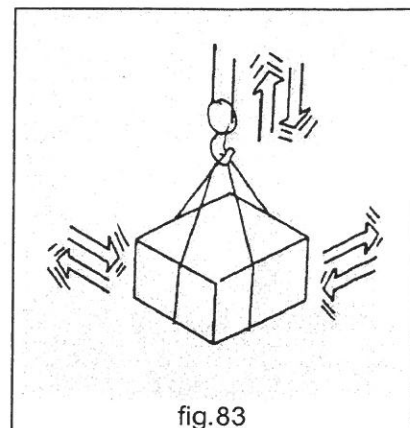

fig.83
- **MAI** eseguire brusche inversioni di marcia nelle operazioni di movimentazione (fig.83).